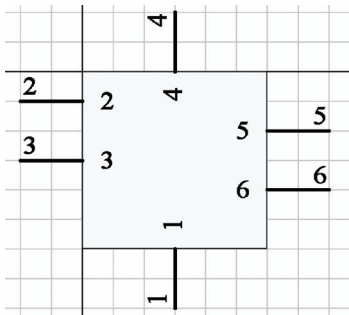

图3-88 放置引脚后的图形
5) 接着分别绘制6个引脚，如图3-88所示。放置引脚时可以按〈Space〉键使引脚旋转90°，使大十字处于与矩形边框上。